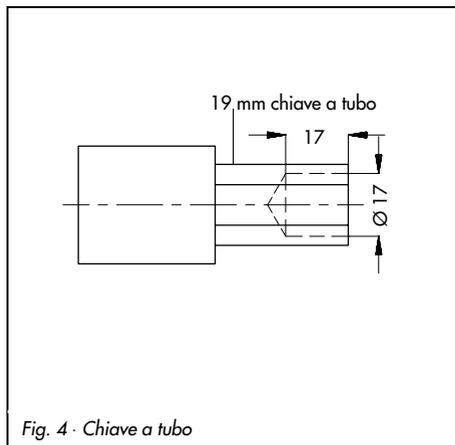

Fig. 4 - Chiave a tubo
Questa chiave si può ottenere, per esempio da un cacciavite tipo GEDORE (IN 19-19), facendo un foro profondo 17-mm e un diametro di 17 mm in un pezzo esagonale di 19 mm come viene mostrato in Fig. 4.
2. Svitare l'asta di collegamento (8) del diaframma con chiave a tubo (vedere Fig. 4, Nr. di ordine 1280-3001) ed estrarre dal corpo della valvola.